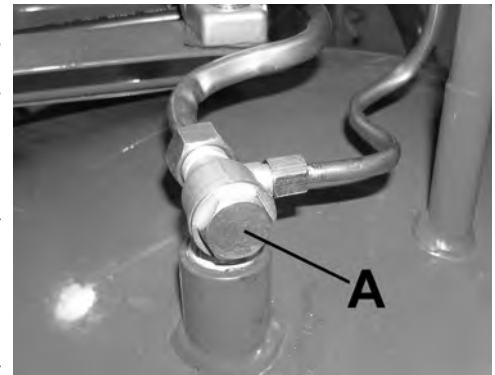

FIGURE 3
SOUPAPE DE RETENUE (A) FIG. 3: Lorsque le compresseur à air est en marche, la soupape de retenue est "ouverte" et l'air comprimé peut ainsi entrer dans le réservoir d'air. Lorsque le compresseur à air atteint la pression de "déclenchement", la soupape de retenue "se ferme", et la pression d'air peut ainsi demeurer à l'intérieur du réservoir.